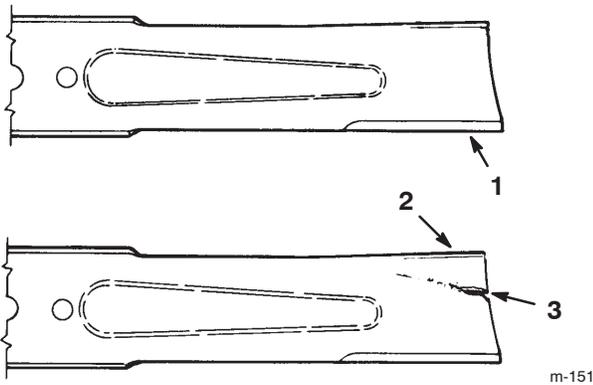

Figure 27
1. Inspectez le tranchant de la lame (Fig. 27). Si elle n'est pas tranchante ou si elle présente des indentations, déposez et aiguisiez la lame (voir Aiguisage de la lame, page 29).
2. Inspectez la lame, surtout la partie incurvée (Fig. 27). Remplacez immédiatement toute lame endommagée, usée ou qui présente une entaille (Fig. 27).